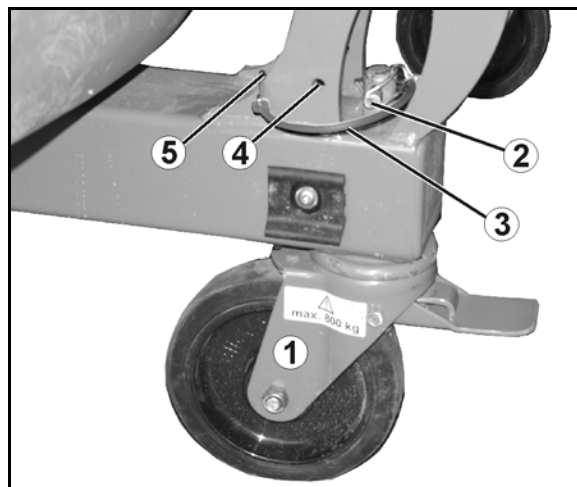

図 56
クイックカップリングシステム (図 56/1) は、
- 三角形の連結用部品にある上側リンクピン (図 56/2) を使用し、ボールスリーブを装備し、リンチピンで固定します。
- 下側リンクピンにボールスリーブを装着し、スペーサスリーブ (図 56/3) をはめて、リンチピンで固定します。